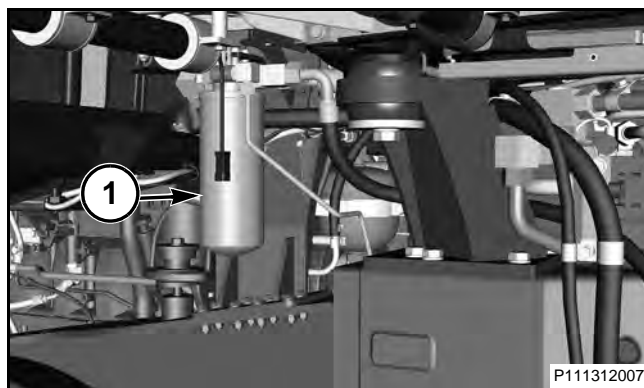

FIG. 109
FIG. 109: El filtro de aceite hidráulico (1) para el sistema hidráulico de la transmisión y de la dirección está ubicado en el lado izquierdo de la máquina delante de la cabina. El filtro hidráulico está detrás del blindaje. El filtro hidráulico filtrará partículas que sean mayores a 5 micrones. El filtro hidráulico filtra todo el aceite de carga antes de que el aceite sea enviado al sistema hidráulico de la transmisión y de la dirección.